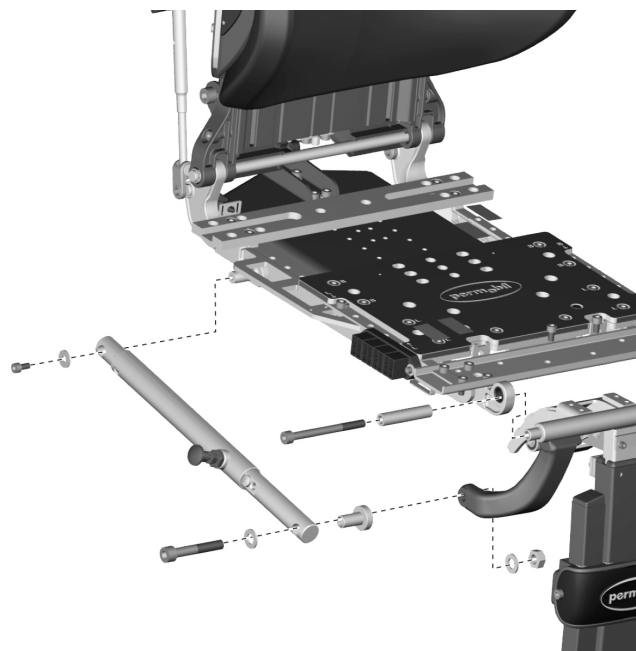

Bild 116. Benstödetets manuella inställningsenhet sitter monterad med två skruvar.
3. Demontera kontramuttern på inställnings-enhetens främre fäste. Se bild. 116.
4. Demontera den manuella inställningsenheten, den sitter monterad med två skruvar. Se bild. 116.
1. Montera den manuella inställningsenhetens bakre fästskruv (M6x12) och bricka. Se bild. 116. Dra åt skruven med hjälp av en momentnyckel. **Åtdragningsmoment 9,8 Nm.**
2. Montera den manuella inställningsenhetens främre fästskruv (M10x60) med distanser och brickor. Se bild. 116. Dra åt skruven med hjälp av en momentnyckel. Åtdragningsmoment 35 Nm.
3. Montera kontramuttern och brickan på inställnings-enhetens främre fäste. Se bild. 116.